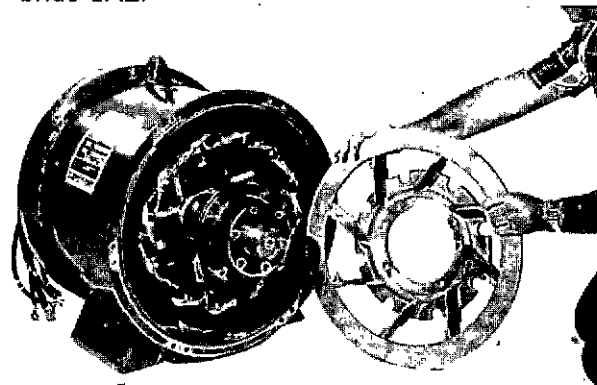
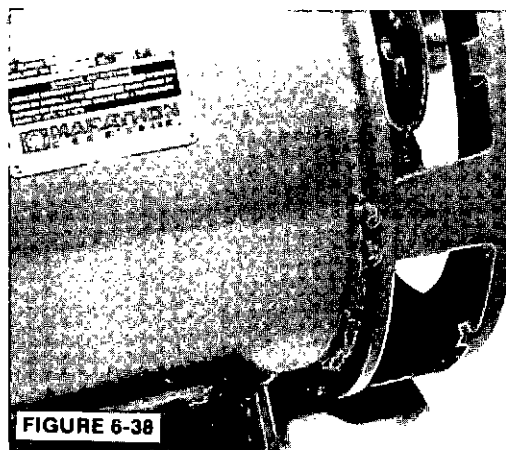

FIGURE 6-36
FIGURE 6-38
- 3.a. Pour les alternateurs monophasés, faire glisser la bride SAE sur le ventilateur, s'assurer que le repère est en bas. (Figures 6-36 et 6-37). La fixer au stator en serrant les vis conformément au couple donné en section 12 (figure 6-38). Il peut être nécessaire de soulever l'ensemble rotor légèrement pour permettre le montage de la bride SAE.